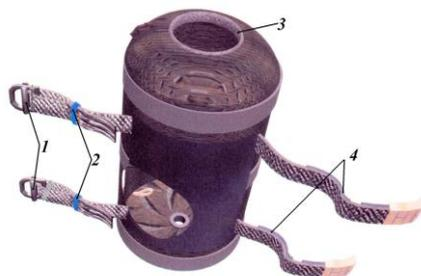

Рис. 8.2.3. Специальный ножной чехол «Банан»
3. Маркировка в специальный ножной чехол («Банан»). Специальный ножной чехол (рис.8.2.3) предназначен для укладки, хранения, транспортирования в нем спусковой веревки, а также упорядочения ее выхода при производстве спусков. Имеет цилиндрическую форму, изготовлен из капроновой ткани, состоит из камеры и системы крепления. Камера представляет собой мешок, на дне которого находится отверстие с люверсом для проветривания. В верхней части в кромку камеры вшито эластичное кольцо. Система крепления чехла на ноге десантника состоит из лент с регулировочными пряжками и лент с текстильной застежкой. На лентах с пряжками находятся эластичные кольца для фиксации свободных концов лент. Достоинства: веревка не путается, распускаясь по всей длине при сбросе клубка; при высадке на идущее судно исключается риск попадания веревки в воду с вероятным наматыванием на гребные винты; не цепляется за ветки при сбросе на лес, чехол удобен при транспортировке. Недостатки: требуется дополнительная операция для сброса «Банана» с ноги (при использовании модели без устройства быстрого сброса).